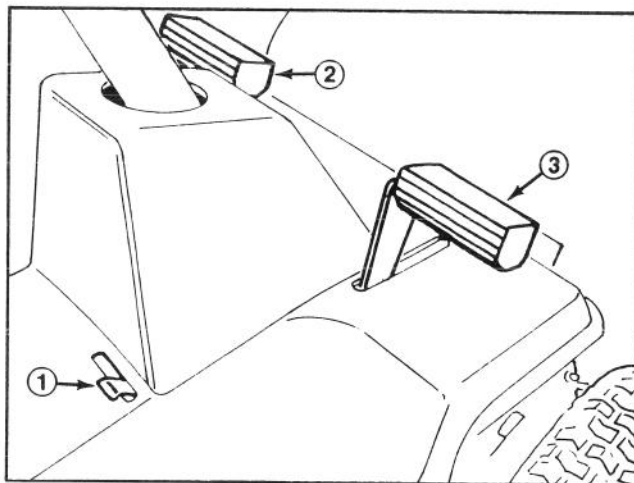

Figure 6
Pédale d'embrayage (Fig. 6)
Pédale de frein (Fig. 6)
Frein de stationnement (Fig. 6)
1. Enclencher le frein de stationnement (Fig. 6); se référer à la section *Utilisation Du Frein De Stationnement*.
2. Bouger le levier du frein de stationnement vers la gauche pour relâcher la pédale de frein, jusqu'à ce qu'elle rencontre l'extrémité du levier du frein de stationnement (Fig. 6).
3. Pour relâcher le frein de stationnement, enfoncer la pédale de frein (Fig. 6), ce qui permet au levier du frein de stationnement de revenir au point mort. Relâcher ensuite la pédale de frein.